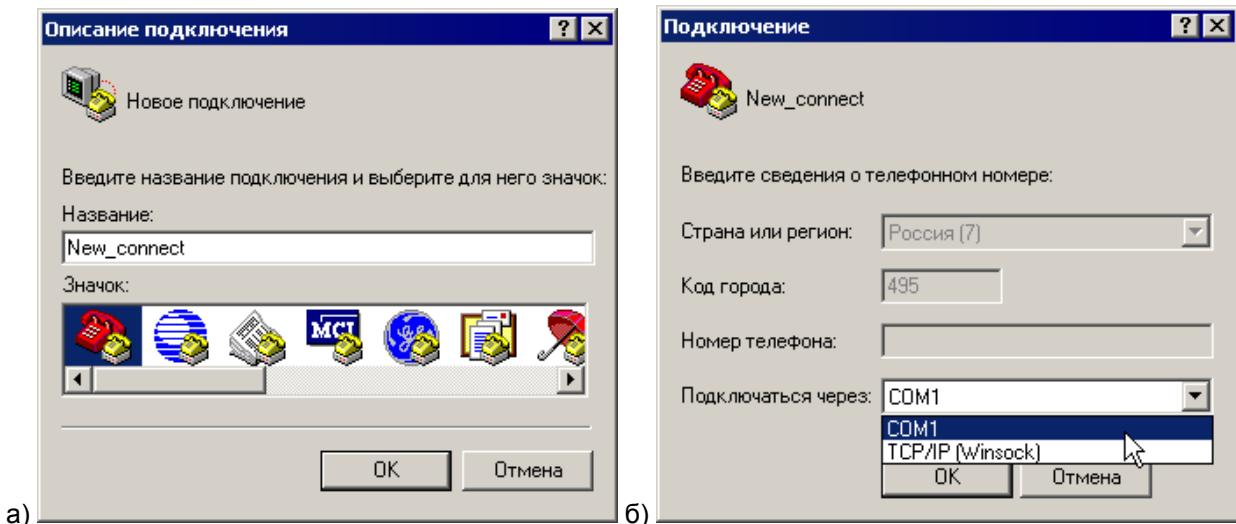

Рисунок 10.1 – Окна «Описание подключения» (а) и «Подключение» (б)
- 3) В открывшемся окне «Описание подключения» (см. рисунок 10.1, а) – в поле «Название» задать имя нового подключения и нажать кнопку «OK»
- 4) В открывшемся окне «Подключение» (см. рисунок 10.1, б) – в поле «Подключаться через» выбором из раскрывающегося списка задать СОМ-порт, к которому подключен ПЛК, и нажать кнопку «OK».